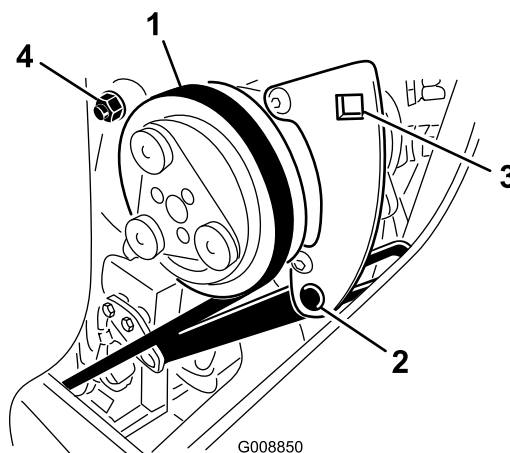

Bild 79
1. Lösen Sie die Drehschraube und die Einstellschraube des Kompressors (Bild 79).
2. Setzen Sie einen Schraubenschlüssel in das rechteckige Loch in der Kompressorhalterung ein (Bild 79).